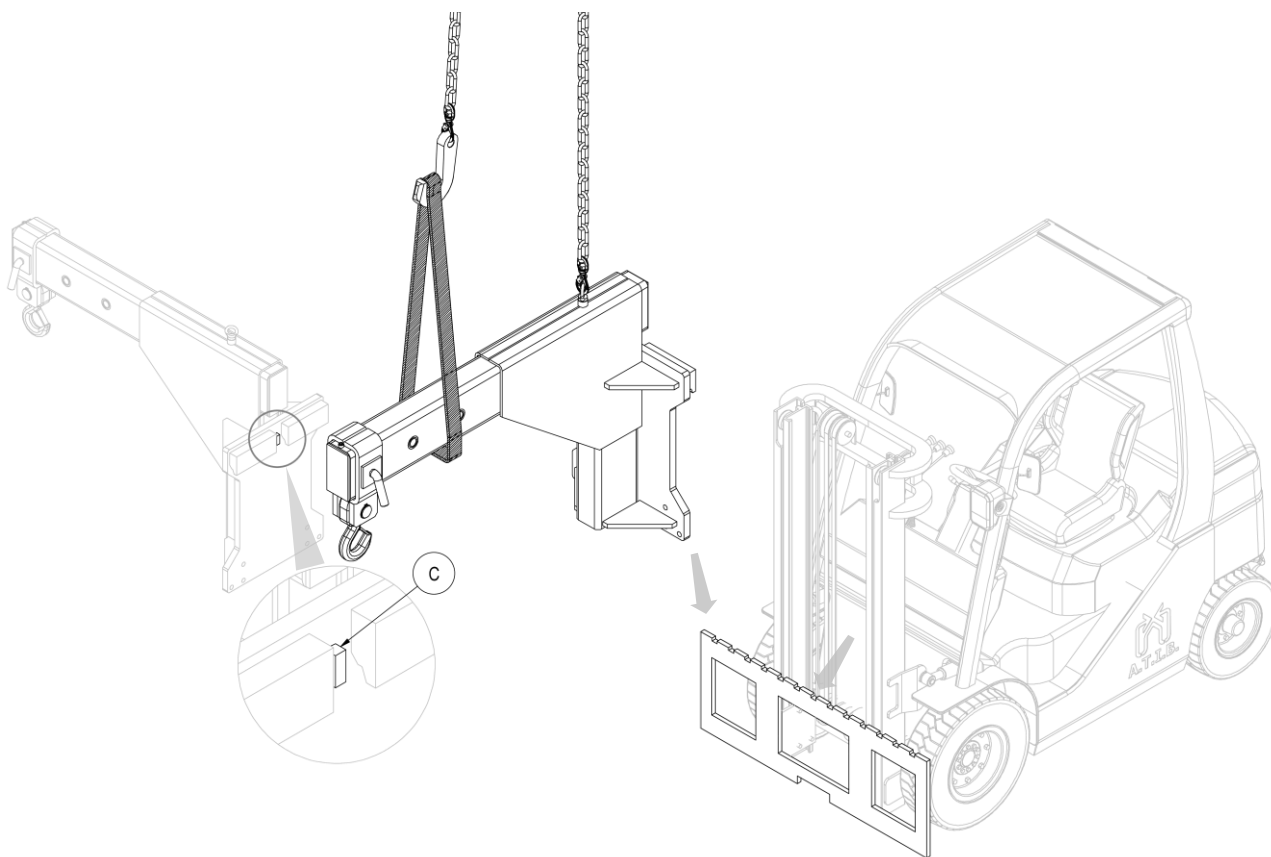

Figura 4
5. Con un carrozzone o un paranco di portata sufficiente posizionare l'attrezzatura sulla piastra porta forche, avendo cura di incastrare il dente di centraggio **C** nella tacca centrale della stessa (vedi *Figura 4*).
3. Sollevare quindi l'attrezzatura con un carroponete o paranco di portata sufficiente e rimuoverla dal carrello (vedi *Figura 4* a pag.11).